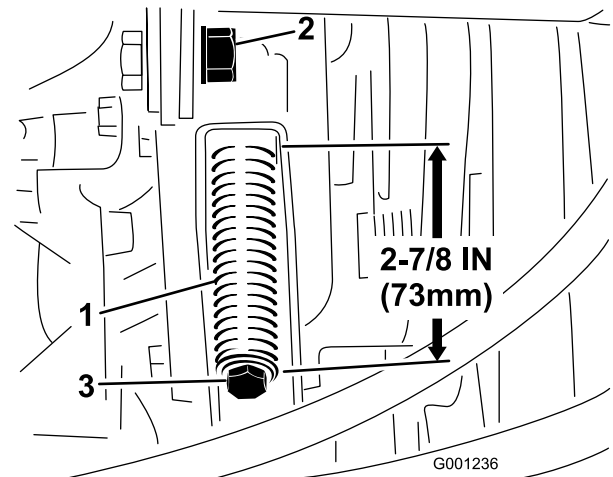

Bild 76
3. Lösen Sie die Klemmmutter der Spannstange (Bild 76).
4. Spannen oder lockern Sie die Riemenspannungsfeder mit einem 1/2"-Schraubenschlüssel (Bild 76). Stellen Sie die Feder auf eine Länge von 73 mm ein.
4. Lösen Sie die Riemenspannfeder vollständig mit einem 1/2"-Schraubenschlüssel (Bild 76).
6. Legen Sie den neuen Zapfwellenriemen auf und ziehen die Riemenscheibe auf eine Länge von 73 mm an (Bild 76).
7. Ziehen Sie die Klemmmutter fest (Bild 76) und schließen Sie die Motorhaube.